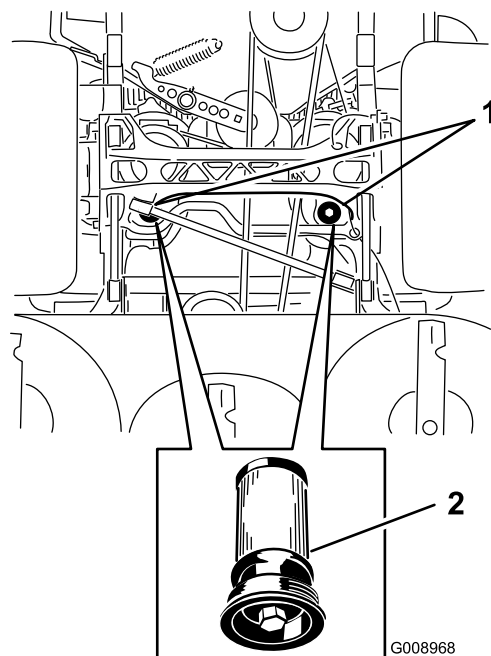

Figure 84
5. Placez un bac de vidange sous le filtre, retirez le filtre usagé et essuyez la surface (Figure 84).
6. Appliquez une fine couche de liquide hydraulique sur le joint en caoutchouc du filtre de rechange (Figure 84).